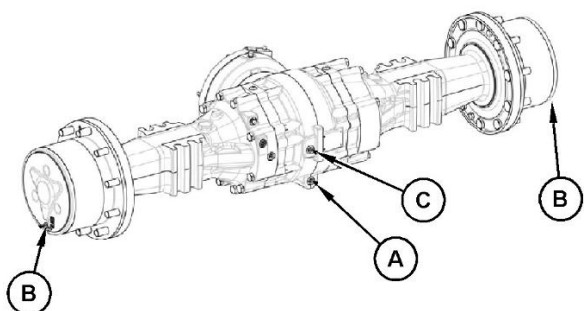

Рисунок 3
**Примечание:** Для машин с фунт-силы и фунт префикс, Нет необходимости заполнять бортовые редукторы, имеется канал связи между дифференциалом и бортовыми редукторами. См. рис. 3 . См. раздел, "Масло дифференциала (заднего) - Замена"